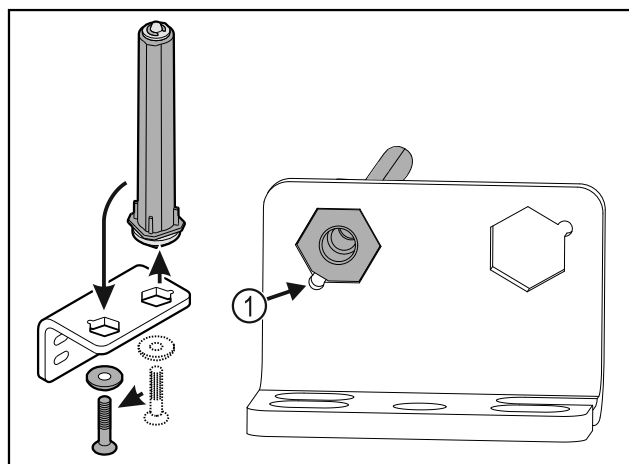

Fig. 33
- ▶ Pass på at den skrå kanten på bolten Fig. 33 (1) peker mot det runde hullet under innsettingen.